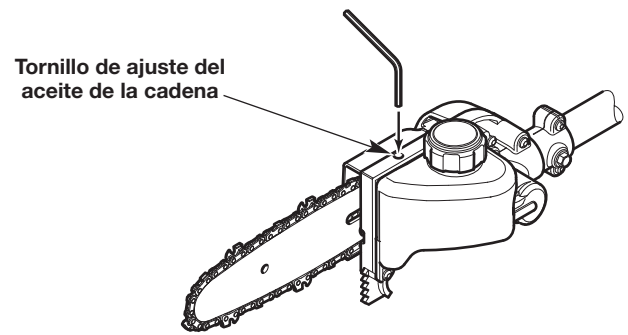

Fig. 17
1. Inserte una llave Allen de 3/32 pulgadas en el tornillo de ajuste de aceite de la cadena (Fig. 17).